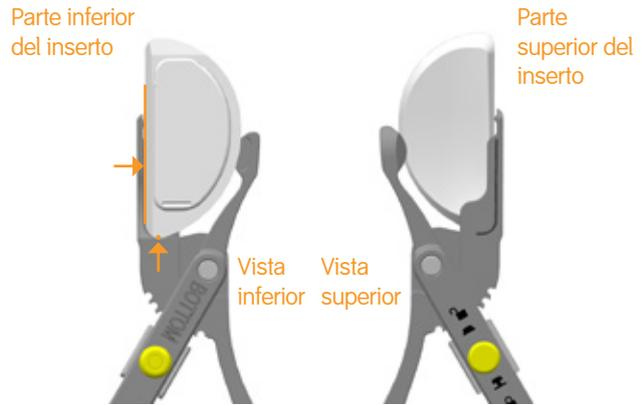

Figura 49
- 4 Mientras mantiene la parte inferior del portainseros mirando hacia arriba, alinee la parte plana del inserto contra la parte plana del brazo recto y empuje el inserto al interior de la esquina como se muestra. Mantenga el inserto en posición (figura 49).